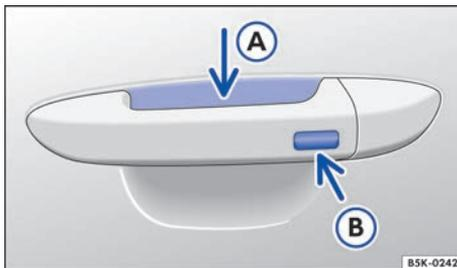

Fig. 62 En la manilla: superficies sensoras.
- Toque la superficie sensora → fig. 62 (A) situada en el lado interior de la manilla de la puerta del conductor o del acompañante.
- Toque la superficie sensora (B) situada en el lado exterior de la manilla de la puerta del conductor o del acompañante.
- Bloquee el vehículo con la tecla (A) de la llave del vehículo.
- Adicionalmente, antes de que transcurran 5 segundos, toque una vez el sensor del lado exterior de la manilla de la puerta → fig. 62 (B). Al hacerlo, no agarre la manilla.